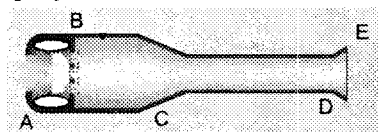

Рисунок 6.25 – Схема ПРД
- безкомпресорні прямоточні повітряно-реактивні двигуни (ПРД), у яких для підтримання горіння використовується атмосферне повітря, що за рахунок власного динамічного напору при русі літака заходить у камери згоряння, стискається і змішується в них із паливом, після чого паливо-повітряна суміш згоряє, а гази, що відходять, створюють реактивну тягу (рисунок 6.25);